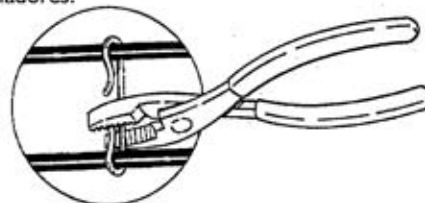

Figura 18. Apriete los espaciadores con alicates
- Al correr el cable por los canalones, se pueden apretar los espaciadores con los dedos o con alicates. Si utiliza alicates, apriete ligeramente y tenga cuidado de no pellizcar, presionar o dañar de alguna forma el cable (Véase la Figura 18). No utilice un martillo para apretar las pinzas ni los espaciadores.
Cuando se tiene la medida necesaria, el siguiente paso es instalar los espaciadores de cable y bajar el cable por la bajada de agua. Se deben sujetar los espaciadores al cable cada 6 pulgadas (15 cm) para que el cable no se toque en la bajada de agua. Se debe apretar los espaciadores antes de bajar el cable. Puede hacerlo con los dedos o con la ayuda de alicates. Si utiliza alicates apriete ligeramente para no pellizcar, prensar, cortar o dañar el cable de alguna manera (Véase la Figura 18). No clave o apriete las pinzas ni los espaciadores. Baje el cable por la bajada de agua con la ayuda de una cuerda con una pesa.
Apriete las pinzas y los espaciadores. Apriete las pinzas y los espaciadores de cable del techo. Puede utilizar los dedos o alicates. Si utiliza alicates, apriete ligeramente para evitar pellizcar, prensar, cortar o dañar el cable de alguna manera (Véase la Figura 18). No utilice un martillo para apretar las pinzas ni los espaciadores.